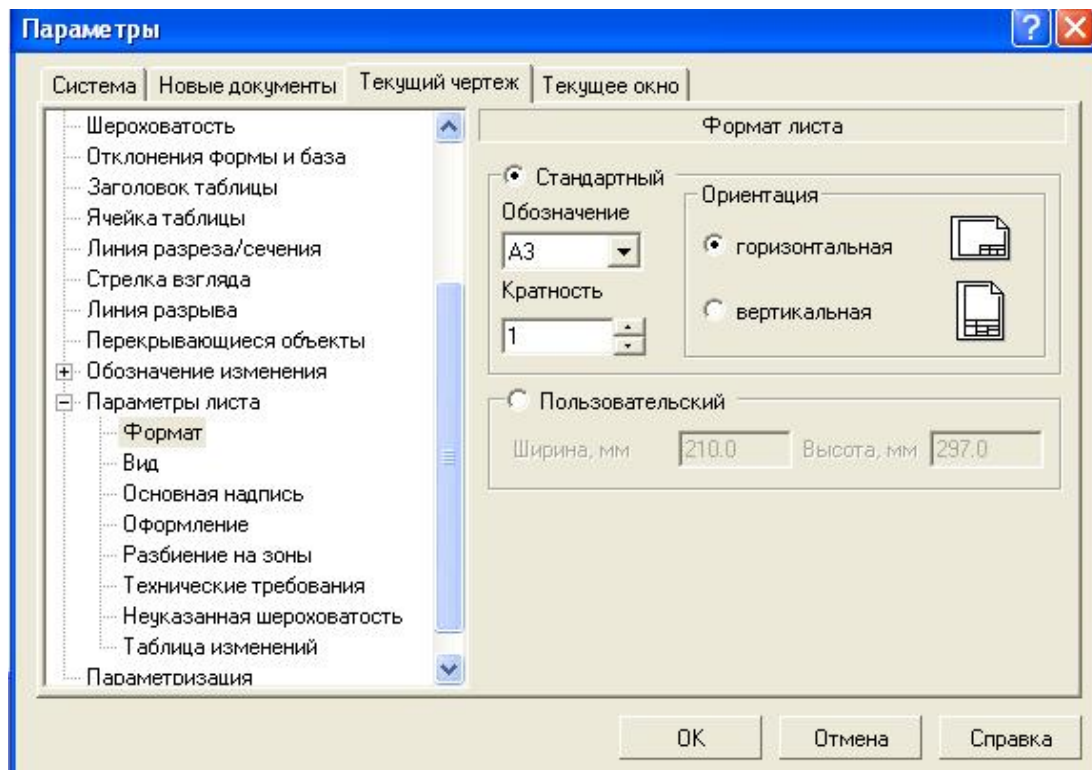

Рис. 1.13. Диалоговое окно **Параметры**
- 2) в появившемся диалоговом окне «**Параметры**» выбрать строку **Параметры листа**, а затем строку **Формат** (рис. 1.13);